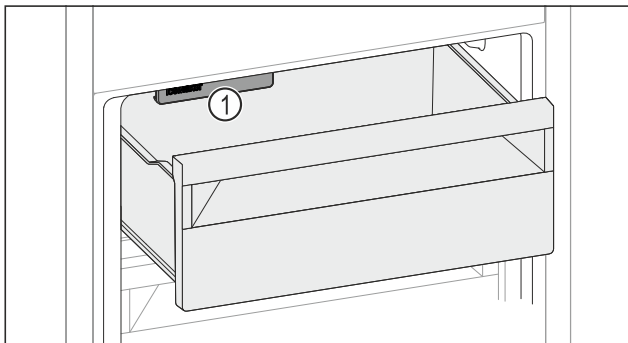

Fig. 115
- ▶ Внимавайте за IceMaker Fig. 115 (1).